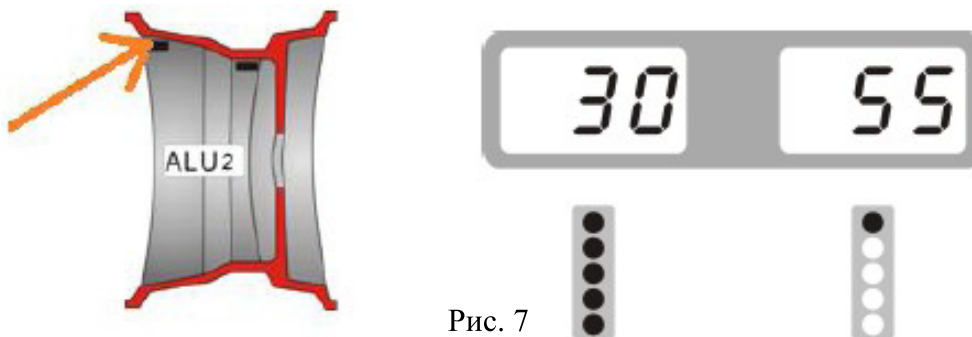

Рис. 7
4.2.6. Медленно вращайте колесо против часовой стрелки. Когда полностью загорятся светодиоды левого индикатора - это будет указывать на корректное угловое положение для установки противовесов с внутренней стороны в положении на 12 часов (при 9H=OFF) или на 9 часов (при 9H=ON). Закрепите противовес так, как показано на рис.7.